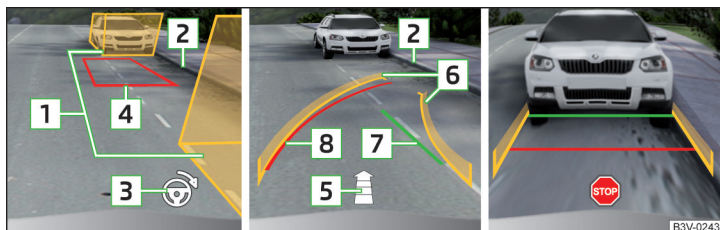

Fig. 265 Visualización de la pantalla
- Detener el vehículo de la manera, que no exista ningún obstáculo en el hueco entre las cajas de ayuda [1] » fig. 265, y la caja de atrás sobre la limitación lateral de la plaza de aparcamiento (p.ej. bordillo) [2].